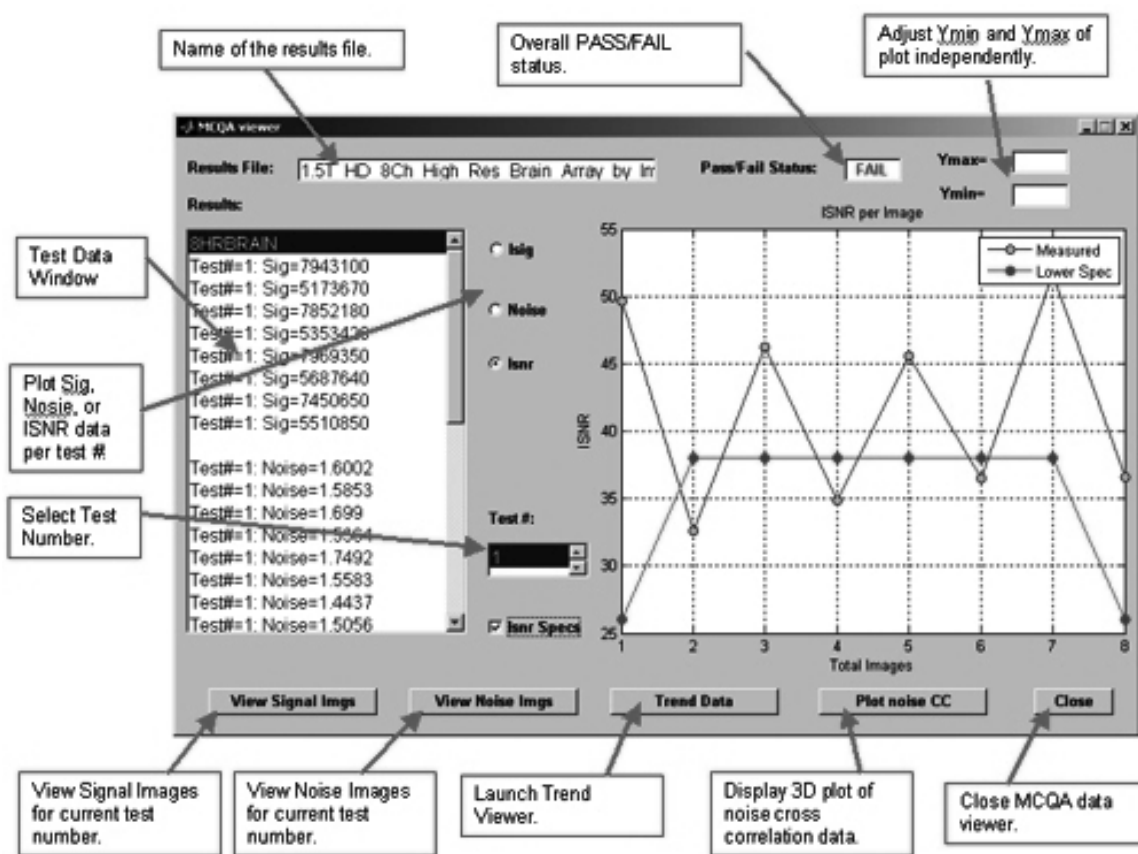

図 7
**注記：** 図7に示すように、結果ビューアウィンドウが開きます。GUI ツール上に表示される結果ファイルの名称および [Pass/Fail] (合格／不合格) の結果も、ビューアの一番上で横方向に一覧表示されます。